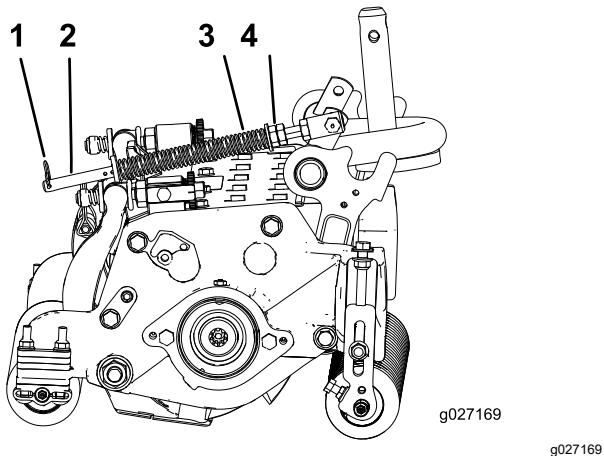

Figura 14
comprimento da mola em compressão seja de 15,9 cm (Figura 14).
1. Certifique-se de que o contrapino do gancho está instalado no orifício traseiro na haste da mola (Figura 14).